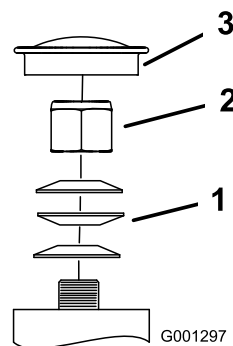

Figure 40
**Important:** Veillez à placer les rondelles comme illustré (Figure 40).
5. Remettez le capuchon anti-poussière en place (Figure 40).
3. Retirez le capuchon anti-poussière de la roue pivotante et serrez le contre-écrou (Figure 40).
4. Continuez de le serrer jusqu'à ce que les rondelles élastiques soient aplaties, puis desserrez-le de 1/4 de tour pour obtenir la précharge correcte des roulements (Figure 40).